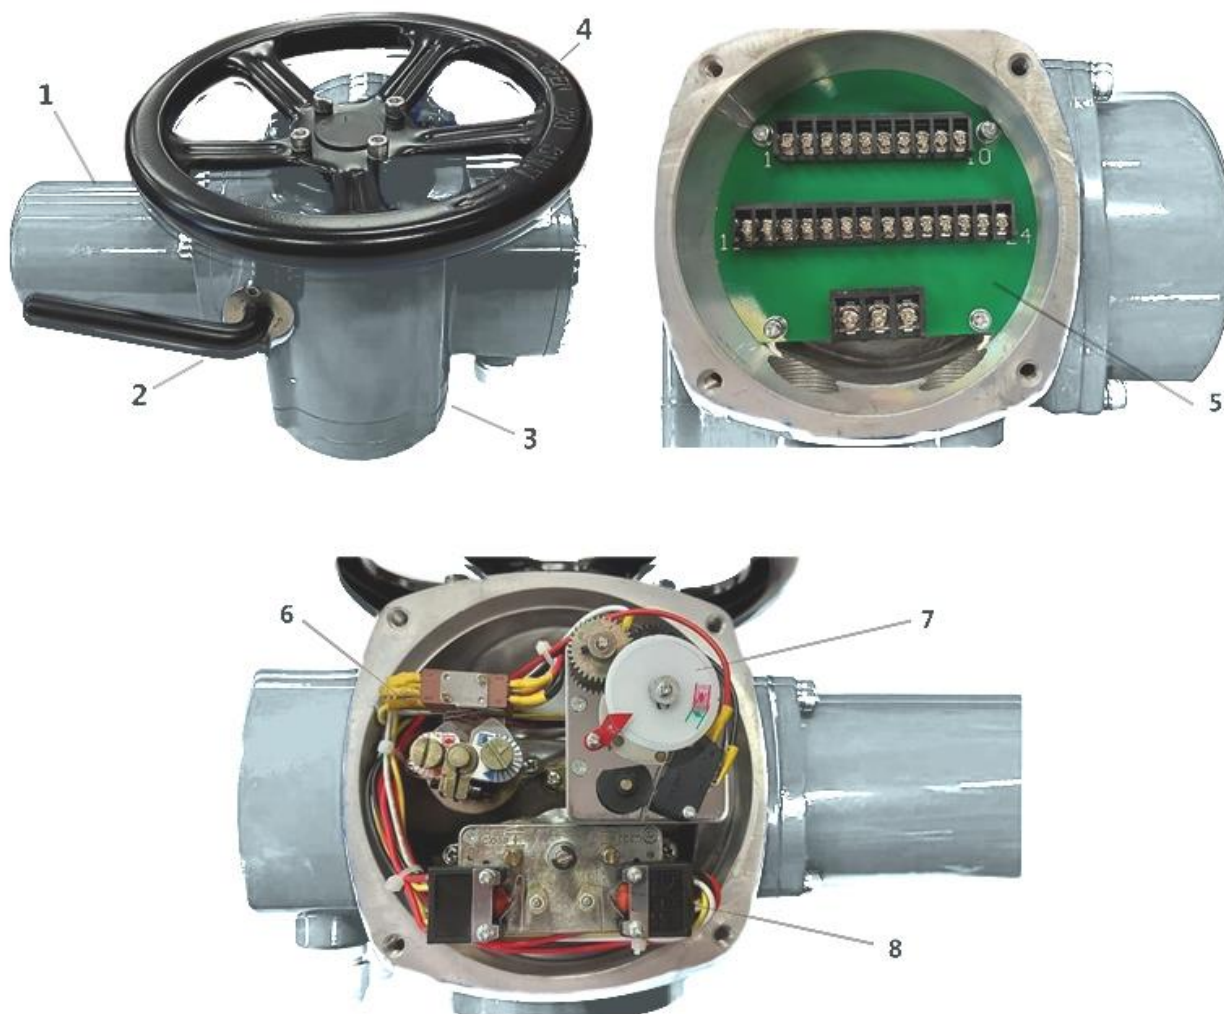

Рисунок 3. Основные элементы конструкции электропривода
1.3.1. Основные элементы конструкции электропривода приведены на рис.3.
2.2.9. Подключение внешних цепей производится на клеммную колодку (рис.3) под крышкой электропривода согласно схеме подключения, приведенной в Приложении.